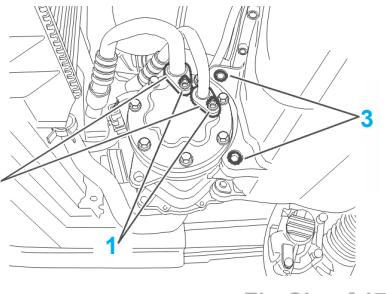

Fig.Chauf.17
- Déposer les écrous (1) (Fig.Chauf.17).
- Écarter les brides (2).